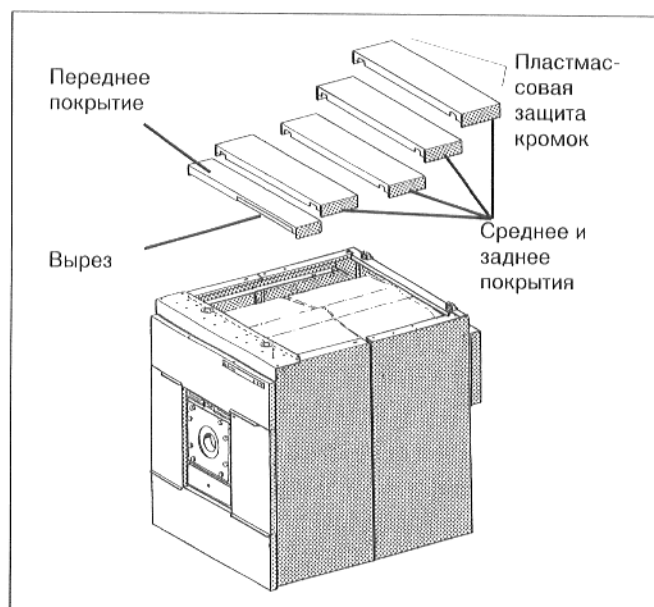

Рис. 49
- Вложить переднее покрытие (покрытое синим лаком) за передним кожухом в продольную траверсу. Вырез в покрытии должен находиться на той стороне, на которой впоследствии будет монтироваться регулятор (рис. 49).
- Вложить среднее и заднее покрытия (оцинкованные), вырезами к кабельному вводу, в продольные траверсы (рис. 49).